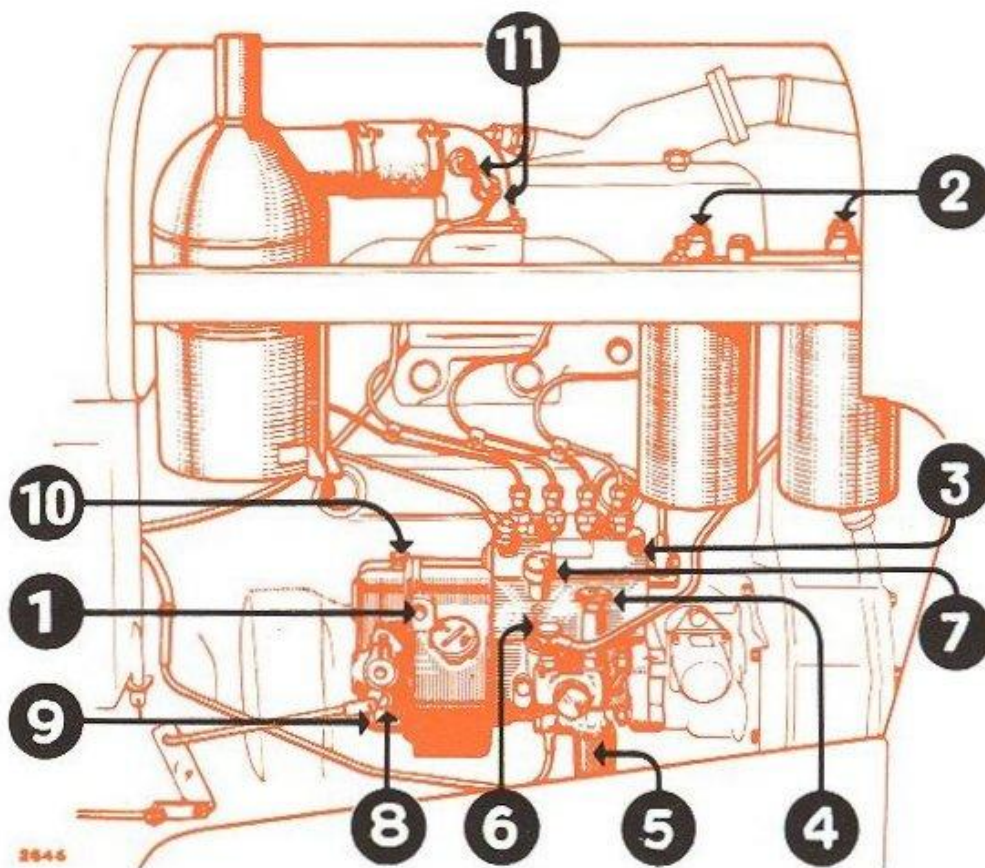

FIG. 9. -
- dévisser d'un tour les deux vis de purge (**rep. 2, fig. 9**) disposées à la partie supérieure des filtres ;
- dévisser à la main le chapeau de la pompe d'amorçage (**rep. 4, fig. 9**) ;
- dévisser d'un tour la vis de purge (**rep. 3, fig. 9**) située à la partie supérieure de la pompe à injection, et actionner à nouveau le piston de la pompe à main. Dès que le combustible sort sans bulle d'air, rebloquer la vis. Après quelques coups de pompe supplémentaires, revisser à fond le chapeau de cette dernière sur son cylindre, afin d'éviter des entrées d'air sur la périphérie du piston qui n'offre qu'une sécurité relative au point de vue étanchéité.
- 4° Pousser le bouton de surcharge (**rep. 1, fig. 9**) qui a pour rôle, en libérant la crémaillère, d'augmenter le débit de la pompe d'injection.
Pour mettre le moteur en marche lorsqu'il est encore chaud, il n'est pas nécessaire de pousser le bouton de surcharge (**rep. 1, fig. 9**).